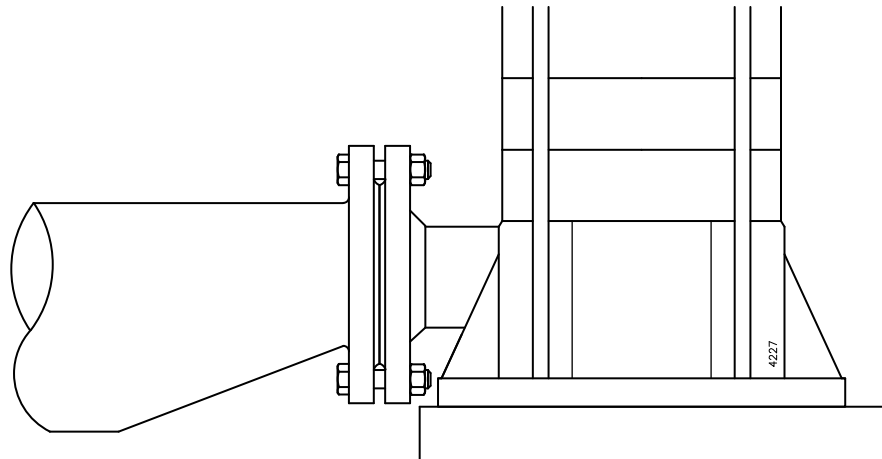

Abbildung 2: Exzentrisches Reduzierstück zum Ansaugflansch.
- Der Durchlass der Saugleitung muss genügend groß sein. Diese Leitung ist zur Vermeidung von Luftsäcken so kurz wie möglich und zur Pumpe hin ansteigend zu verlegen. Ist dies nicht möglich, so muss am höchsten Punkt der Saugleitung eine Entlüftungsmöglichkeit vorgesehen werden. Hat die Saugleitung einen größeren Querschnitt als der Saugstutzen, muss ein exzentrisches Reduzierstück eingesetzt werden, sodass kein Luftsack und keine Wirbel entstehen können. Siehe Abbildung 2.